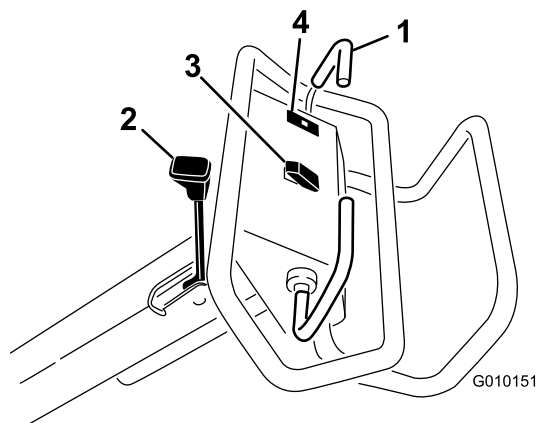

Рисунок 11
Для движения вперед передвиньте рычаг хода вперед. Для движения назад передвиньте рычаг хода назад (Рисунок 11).
- Для включения стояночного тормоза потяните рычаг стояночного тормоза в сторону рукоятки оператора (Рисунок 11).
Контрольная лампа давления масла (Рисунок 11) загорается, если давление масла в двигателе падает ниже безопасного уровня. Если давление масла снизилось, необходимо выключить двигатель и определить причину. Устраните повреждение, прежде чем снова запустить двигатель.
**Подъем** — для подъема и отключения вала аэратора нажмите на верхнюю часть переключателя (Рисунок 11). Двигатель должен работать для создания давления подъема. Если вал аэратора находится ниже транспортной высоты, см. раздел Сброс параметров цепи системы управления (страница 28).
**Опускание/включение** — для опускания и включения вала аэратора нажмите на нижнюю часть переключателя (Рисунок 11). Для активации переключателя рычаг хода должен находиться в переднем положении.